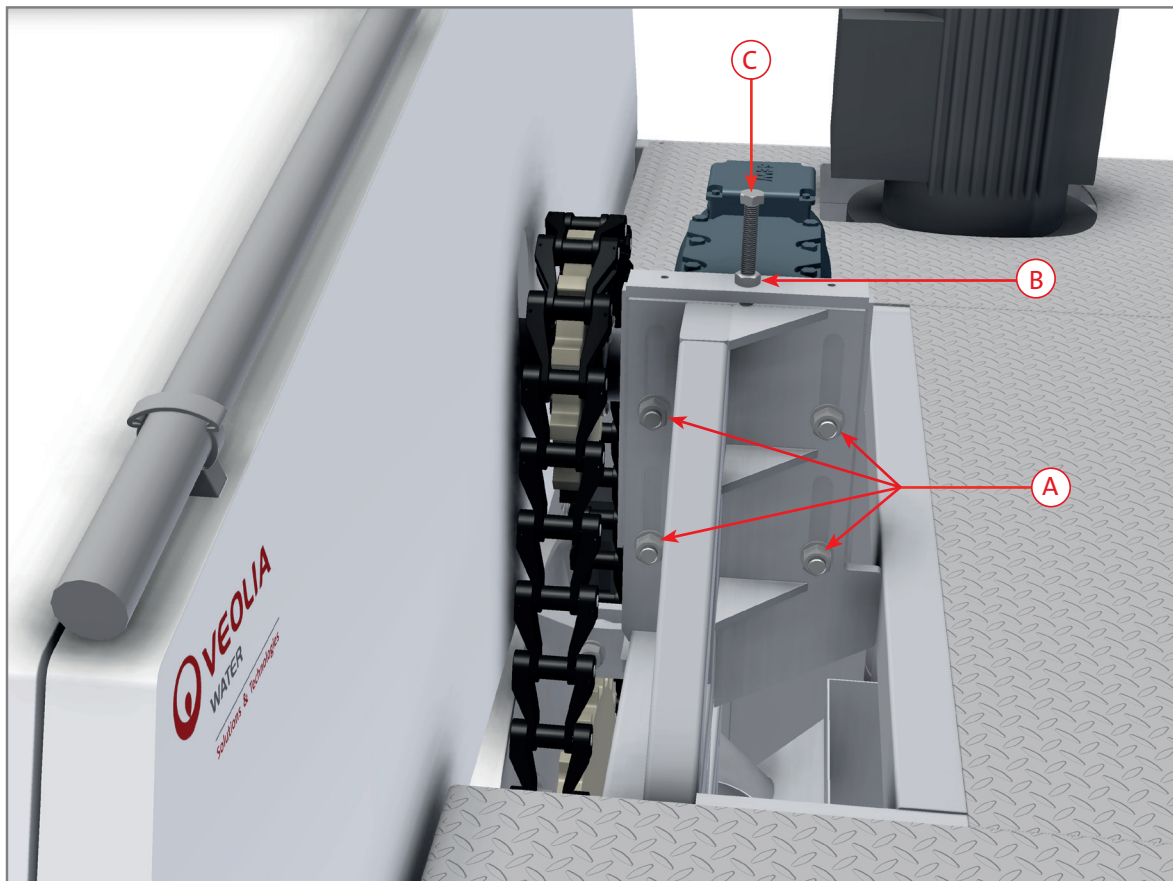

Figura 7.15 Regolazione del tensionamento della catena di trasmissione
1. Portare l'interruttore principale nella posizione OFF (0) e bloccarlo con un lucchetto.
2. Allentare i quattro dadi (A) (vedi Figura 7.15).
3. Allentare il dado (B).
4. Regolare il tensionamento della catena con la vite (C).
5. Fissare la vite (C) con il dado (B).
6. Serrare i quattro dadi (A).